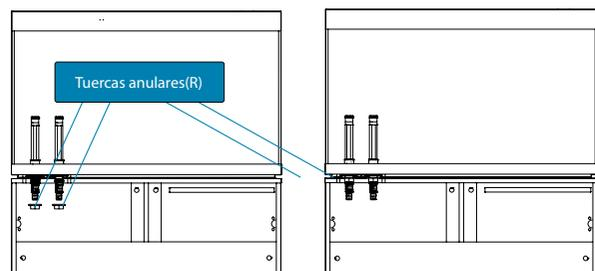

Fig. 3
- Abre el armario. Enrosca y ajusta la tuerca anular (R) en el extremo inferior del tubo (A) (Fig. 3).
- Inserta la boquilla de salida (N) en uno de los extremos del tubo de salida (B).
- Abre el armario. Enrosca y ajusta la tuerca anular (R) en el extremo inferior del segundo tubo (A) (Fig. 3).